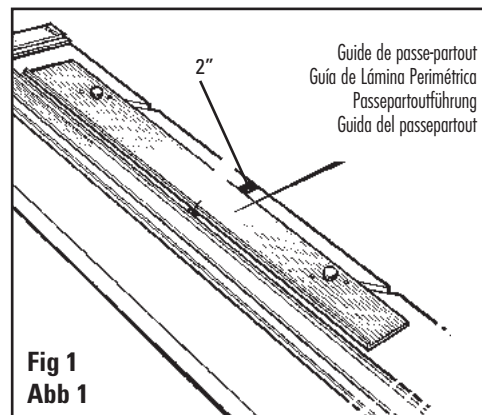

Fig 1
1. Trabe la Guía de la Lámina Perimétrica en la marca de 2" en la escala. (Fig. 1)
1. Bloccare la guida del passepartout sul segno 2" sul righello. (Fig. 1)